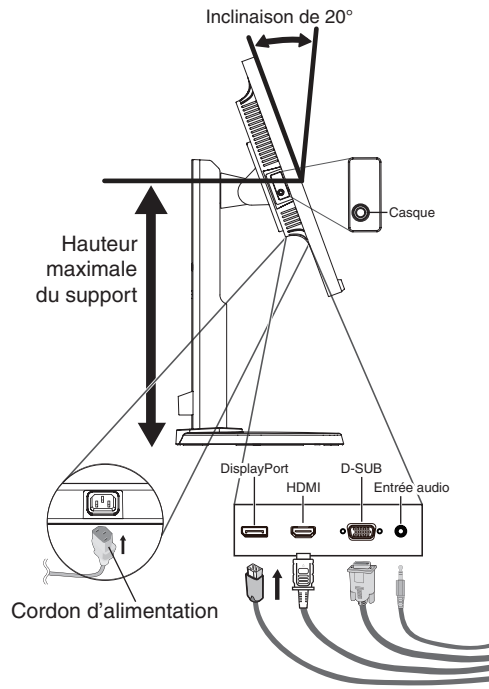

Figure C.1
- Branchez tous les câbles aux prises appropriées (**Figure C.1**).